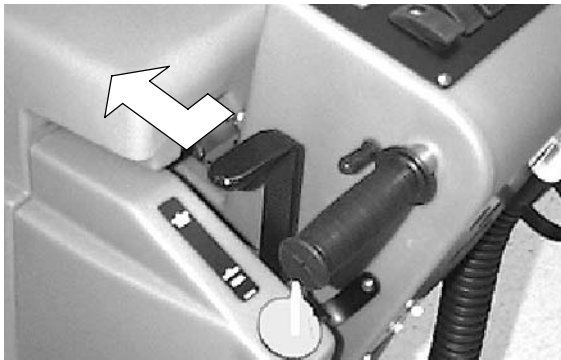

FIG. 11
1. Relâchez le levier du racloir de la position relevée et abaissez le racloir (Figure 11).